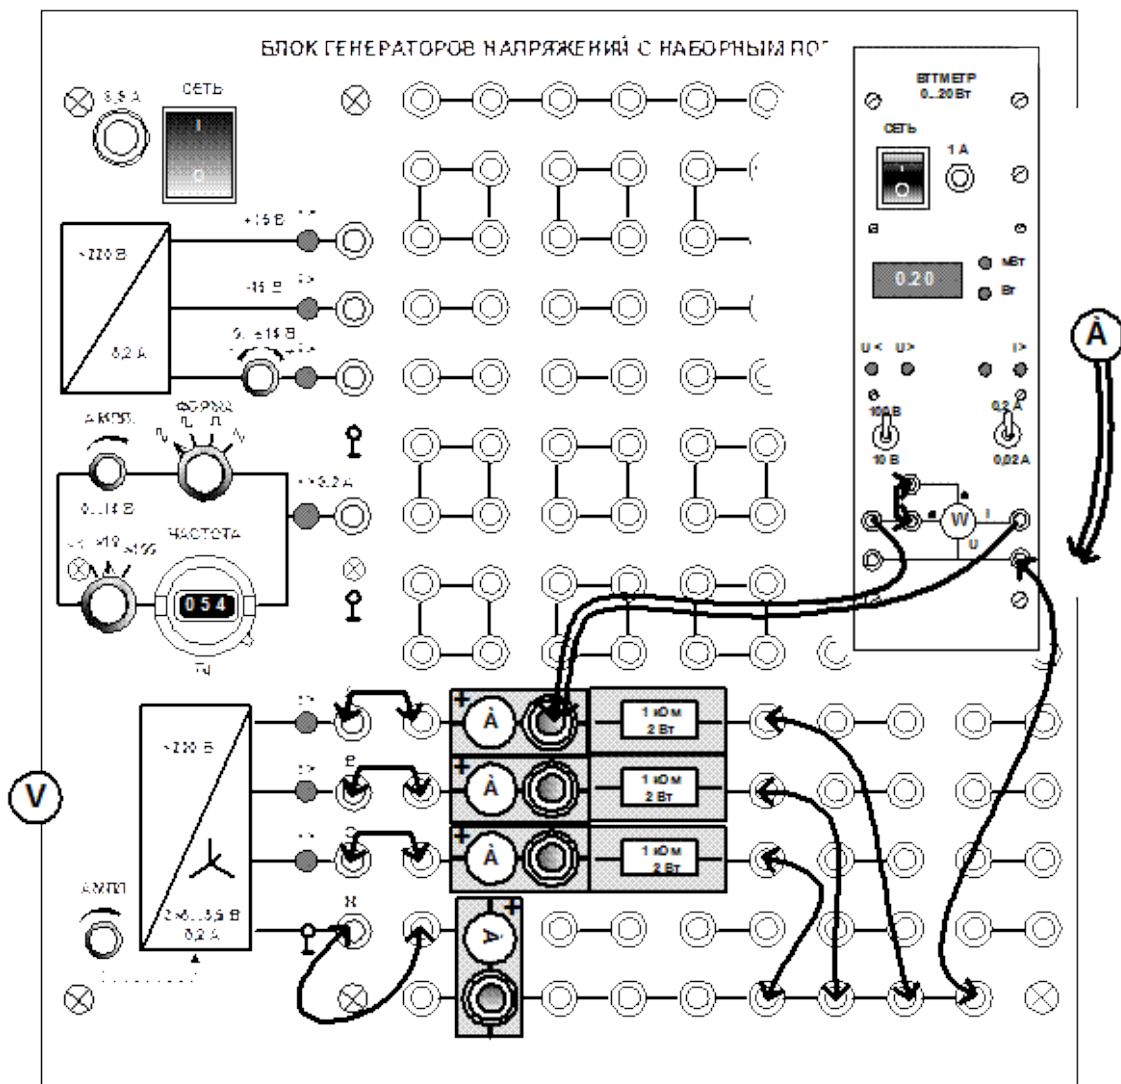

Рис. 9.4
1. Соберите цепь с симметричной активной нагрузкой ($R_A = R_B = R_C = 1$ кОм) согласно принципиальной схеме (рис. 9.1) и монтажной схеме (рис.9.4).